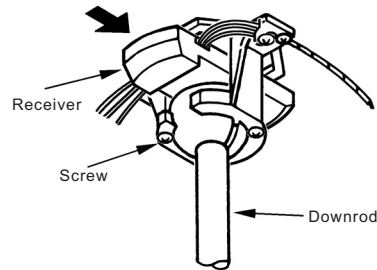

Fig.14
Paso 1. Instale el receptor en la abrazadera de montaje, el lado plano debe quedar hacia arriba.(Fig.14)